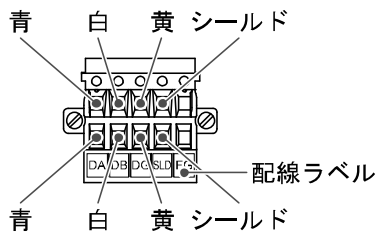

図1
- ・ 信号線は、指定のピンに必ず配線してください(図 1 参照)。